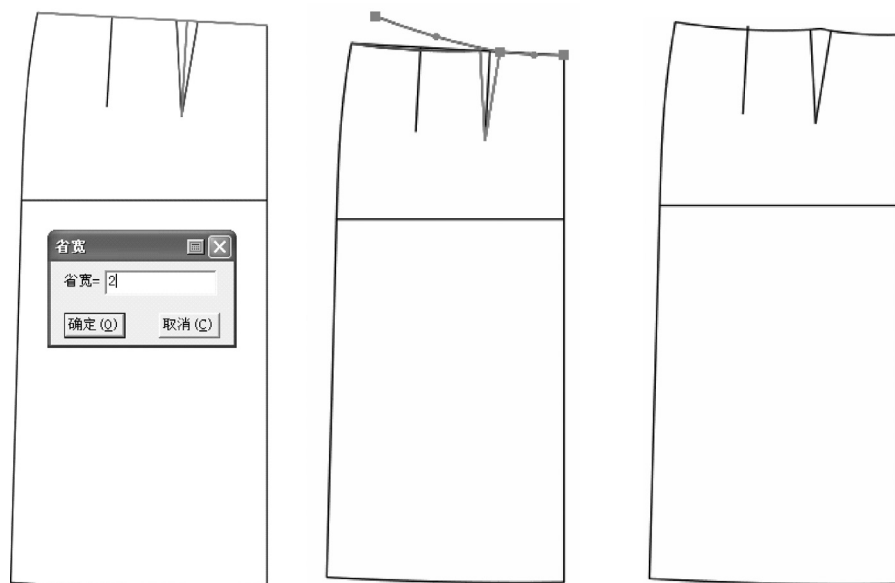

图1-9
(3) 选择  【智能笔】工具按着【Shift】键，右键框选前腰围基础线，点击开省线，出现【省宽】对话框，输入2cm省量，确认后单击右键调顺腰围线，单击右键结束（图1-9）。